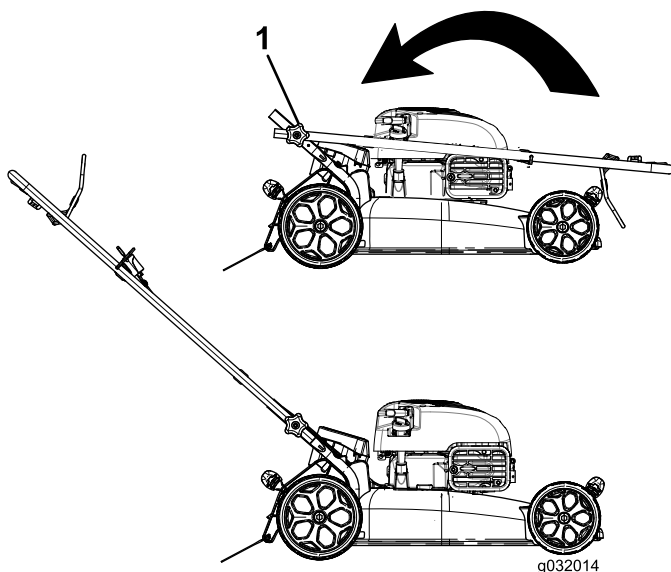

Figura 4
3. Mueva el manillar a la posición de operación (Figura 4).